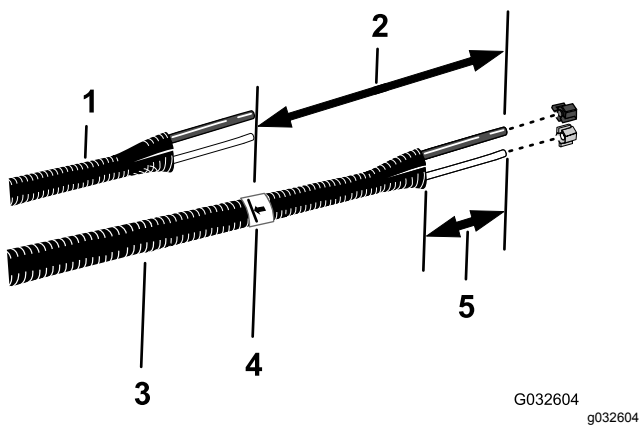

图22
6. 将旧的液体管子和空气管子 图22 与新的管总成Toro零件号 114-9553 对齐。
8. 在新管总成上从您在步骤7中所做的标记处添加26cm长度在管总成上做上标记然后在第二个更长的标记处将管子截断图22。
10. 从管总成的两端去除77102mm的外壳图22。